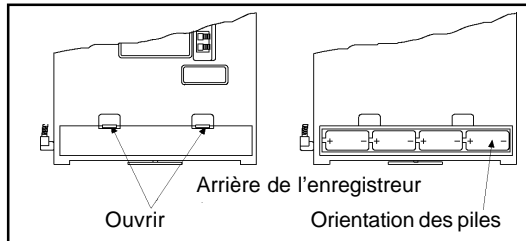

Figure 2 - Installation des piles
2. Insérez les 4 piles taille D dans le compartiment des piles (voir Figure 2)